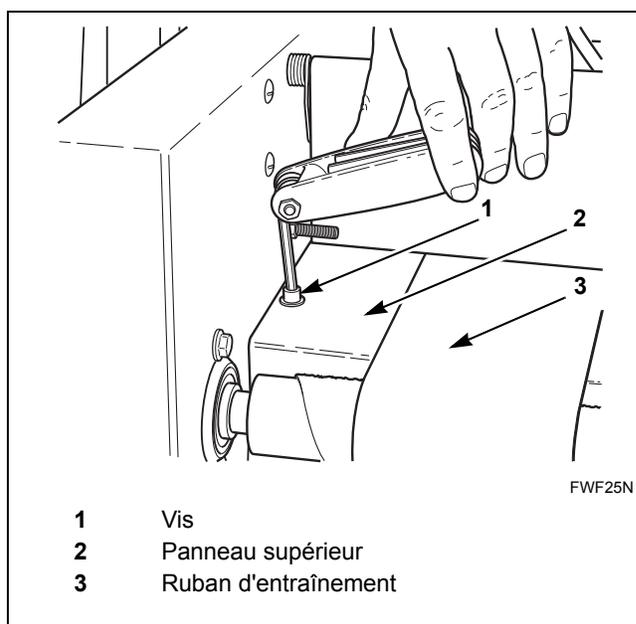

Figure 31
5. Retirer la vis du côté gauche du panneau supérieur (derrière le rouleau d'entraînement). Se reporter à la *Figure 31*.